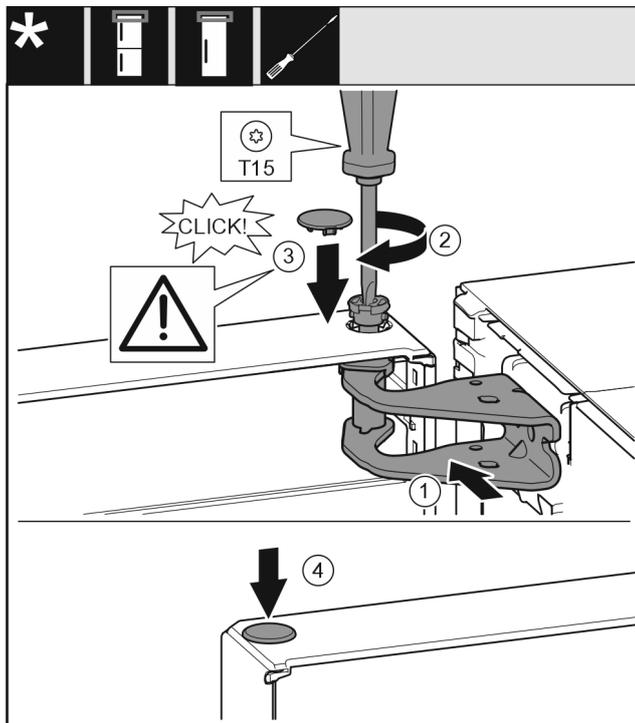

Fig. 23
- ▶ 将冰箱门的上方对准托架 Fig. 23 (1) 中的开口。
- ▶ 放入螺栓 Fig. 23 (2) 并用螺丝刀拧紧。
- ▶ 装入盖板 Fig. 23 (3)。
- ▶ 检查盖板 Fig. 23 (3) 是否紧贴在冰箱门上。
- ▶ 装入盖板 Fig. 23 (4)。